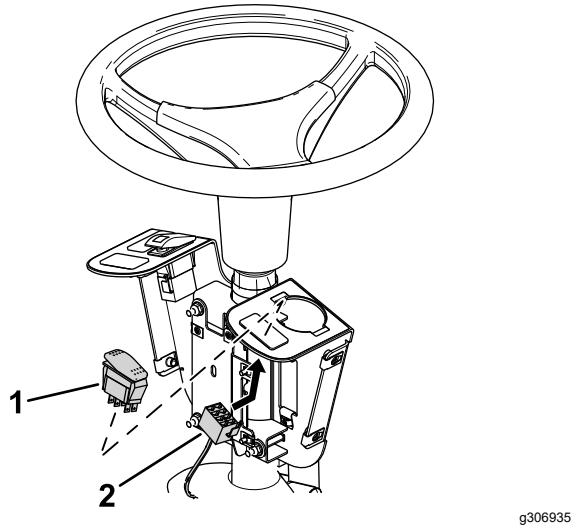

Figur 7
- Fjern de fire sekskantede hodeskruene som fester kontrolldekselet, og fjern det (Figur 7).
12. Monter kontrolldekslet, som vist i Figur 7.